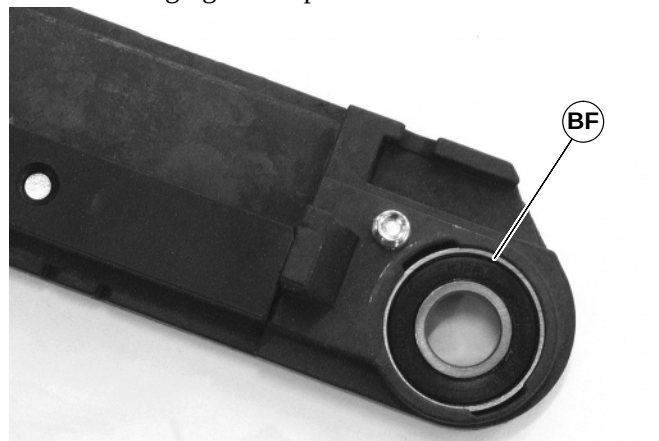

Abbildung 38
2. Lager (BF siehe Abbildung 38) in den Schlitz der vorderen Deckplatte einsetzen und drehen, damit es in das Lagergehäuse passt.